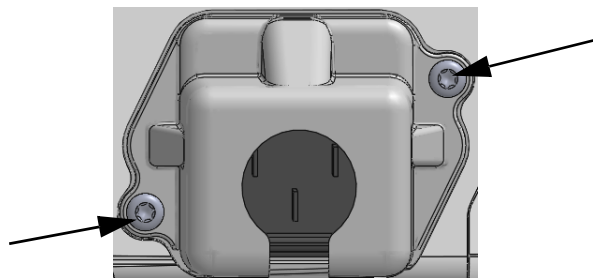

Figure 3-5 Cache de l'entrée d'alimentation du moniteur avancé HemoSphere – emplacement de la vis
- 1 Si le cache de l'entrée d'alimentation est déjà en place, retirer les deux vis (figure 3-5) qui fixent le cache de l'entrée d'alimentation au panneau arrière du moniteur.